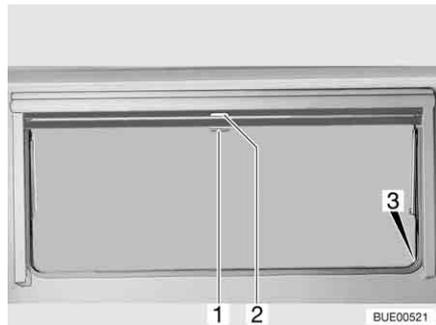

Bild 106 Ausstellfenster
- Verdunklungsrollo am Griff (Bild 106,2) nach unten ziehen. Wenn das Verdunklungsrollo ganz geschlossen wird, das Verdunklungsrollo auf beiden Seiten am Fensterrahmen in die Arretierung (Bild 106,3) einhängen.
- Wenn das Verdunklungsrollo vollständig geschlossen ist: Den Griff (Bild 106,2) nach unten drücken und den Griff dabei leicht nach innen ziehen. Das Verdunklungsrollo aus den Arretierungen links und rechts am Fensterrahmen aushängen.
- Wenn sich das Verdunklungsrollo in Zwischenposition befindet: Den Griff (Bild 106,2) leicht nach unten ziehen, bis sich die Arretierung gelöst hat.
- Insektenschutzrollo am Griff (Bild 106,1) nach unten ziehen und auf beiden Seiten am Fensterrahmen in die Arretierung (Bild 106,3) einhängen.
- Griff (Bild 106,1) nach unten drücken und den Griff dabei leicht nach innen ziehen. Das Insektenschutzrollo aus den Arretierungen links und rechts am Fensterrahmen aushängen.